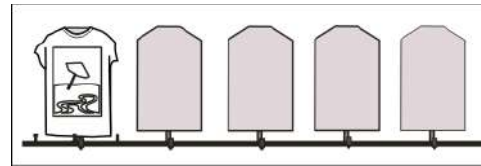

Imagen 315
**4-** Poner a secar el estampado del color negro (Imagen 315), ya sea con un secador de aire caliente o una secadora flash